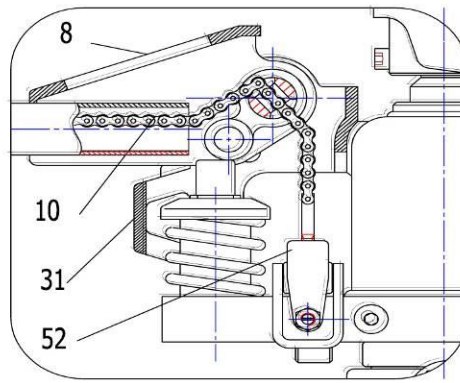

Рисунок 2.
- Установите шпек и гайку на конце цепи (10) в паз опорного корпуса рычага (52). (см. рисунок 2 и 4).
- Согласно рисунку 3 установите рукоятку (8) в горизонтальное положение, выньте штифт В, сохраните его, он понадобится при следующей замене ручки.
- Вытяните фиксатор (23), согласно рисунку 1.
- Вставьте корпус рукоятки (8) в отверстие А. Соедините корпус рукоятки (8) с насосом (31) с помощью фиксатора (23).
- Затем проденьте эластичный штифт через фиксатор (23), чтобы зафиксировать деталь.
- Проведите цепь (10) через отверстие в фиксатор (23). (см рисунок 2).